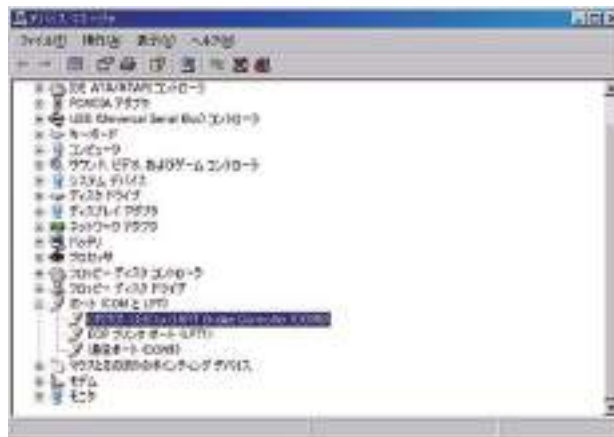

図 4. デバイスマネージャーによる確認
6. ウンドウズ XP では COM ポートを選べますので、専用ソフトと同じポートに設定下さい。(図 6 参照) Windows98 では選べませんので、図 4 でポートを確認し、専用ソフトのポート設定をして下さい。